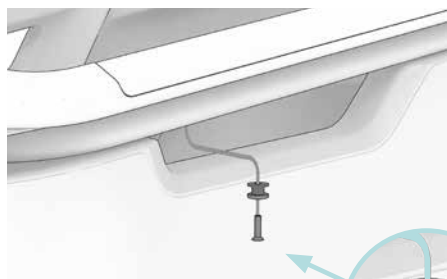

Fig. 26
Installez les boutons ronds ⑨ sur les vis à tête fraisée M5 ⑩. Ils seront ensuite vissés à gauche et à droite sur la partie inférieure de chaque rail (ouverture latérale de la Cargobox) à un couple de 4 à 5 Nm (fig. 26).